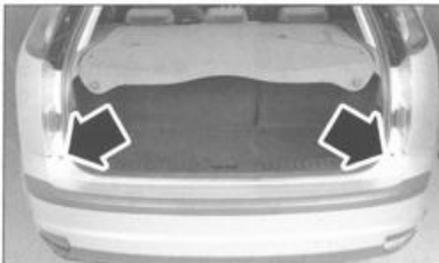

FIG. 85
- los dos tornillos (fig. 85).